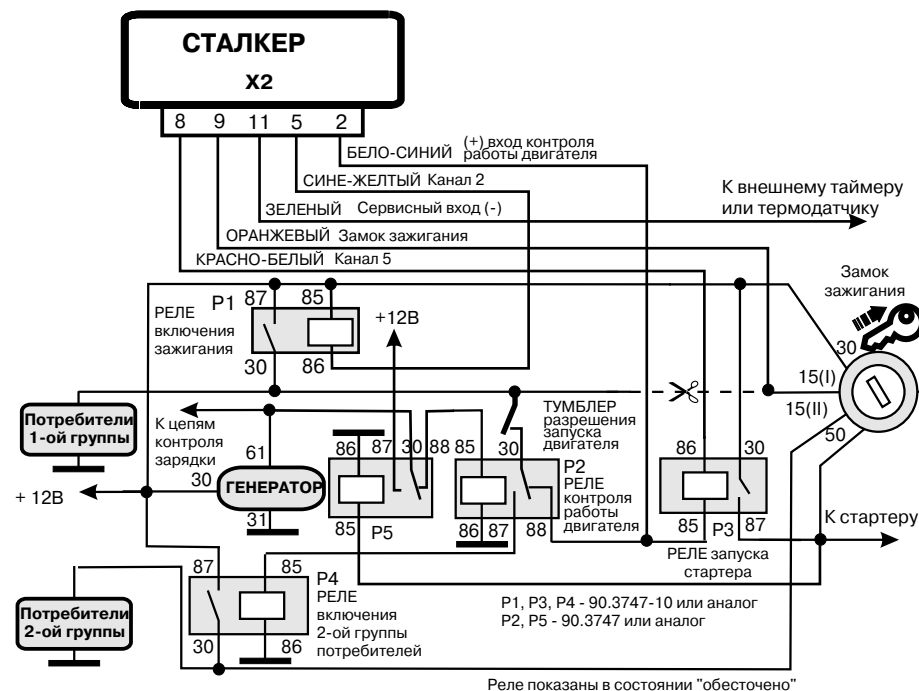

Рис. 11. Вариант схемы рис. 10 для случая отсутствия возбуждения генератора на холостых оборотах
Реле подключения потребителей 2-й группы (P4) ставится при наличии в замке зажигания специального контакта 15(II) для подключения потребителей второй группы. В случае отсутствия возбуждения генератора на холостых оборотах в схему вводится реле P5 (рис.11).